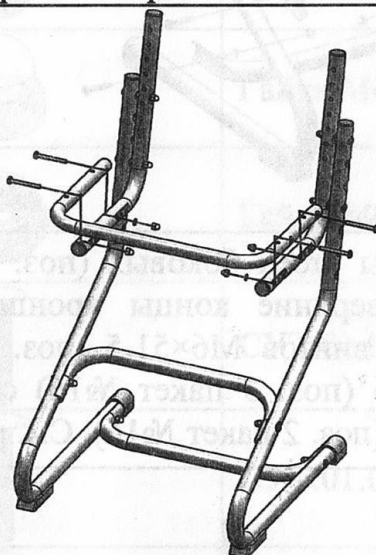

Рис. 3 (СУТ.01-01)
4.1.3. С наружной стороны нижних концов кронштейнов боковых (поз. 2) с требуемой величиной вылета установить опору сиденья (поз. 3). Для исполнения СУТ.01 дополнительно вставить стяжку (поз. 7) между кронштейном боковым и опорой сиденья (согласно рис. 3а). Крепление опоры произвести посредством винтов М6×48,5 (поз.6 пакет №16) и самоконтращихся гаек М6 (поз. 4 пакет №16) с установкой под гайки зубчатых шайб (поз. 2 пакет №16). См. рис. 3.
Рис. 3а (СУТ.01)